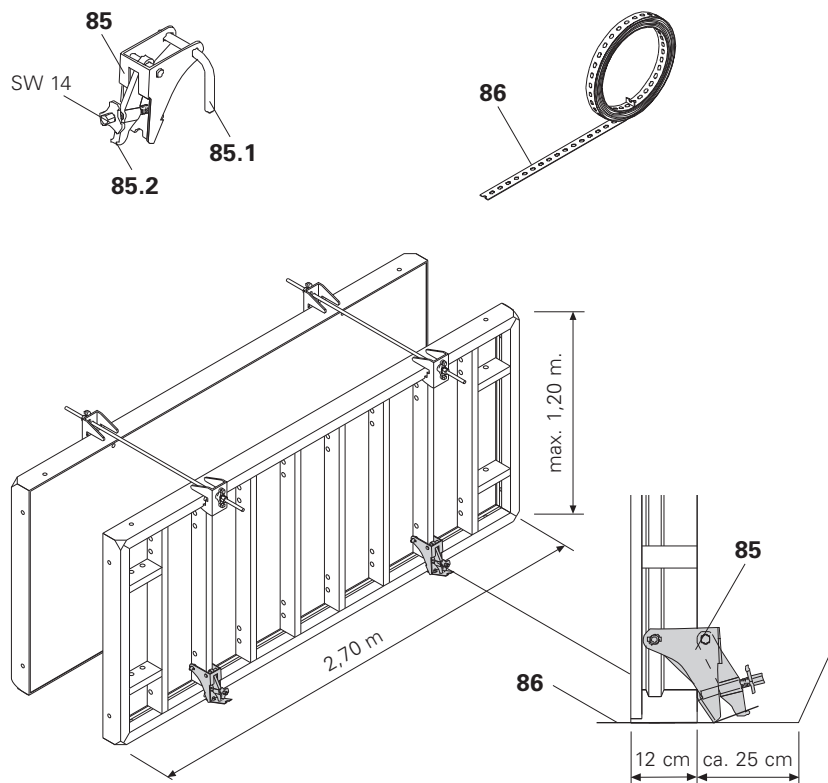

Fig. A16.02
1. Posizionare gli elementi TRIO sul nastro forato (86).
2. Fissare con il perno (85.1) il tenditore per nastro forato TRIO TLS (85) nel foro di connessione più in basso.
4. Stringere con chiave a cricco, sw 14. Forza di trazione adm: 12,9 kN. (Fig. A16.02)